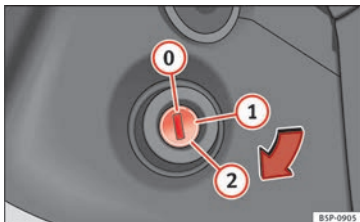

Fig. 79 Posiciones de la llave del vehículo.
Llaves del vehículo » Fig. 79
3.	Gire la llave en la cerradura de encendido a la posición » fig. 79 ②; no pise el acelerador.
5.	Gire la llave en la cerradura de encendido a la posición » fig. 79 ①.